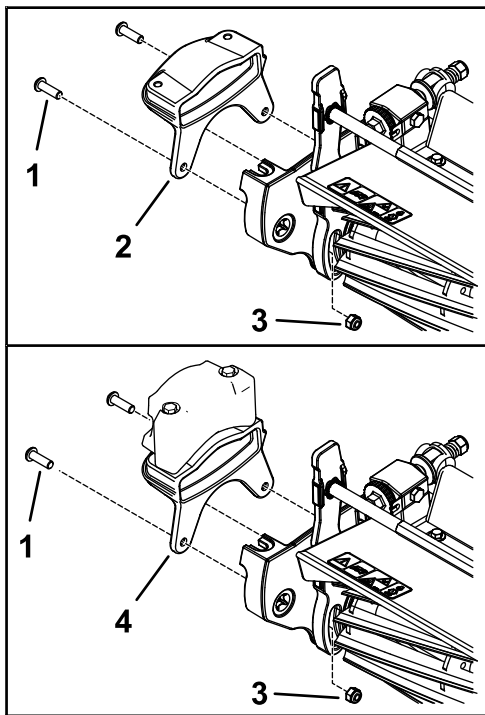

Figura 10
1. Fissate il nuovo peso sul lato dell'apparato di taglio utilizzando 2 bulloni (5/16") e 2 dadi (5/16") come illustrato nella Figura 10.
- Applicate la scatola ingranaggi del groomer all'albero del cilindro (Figura 10).